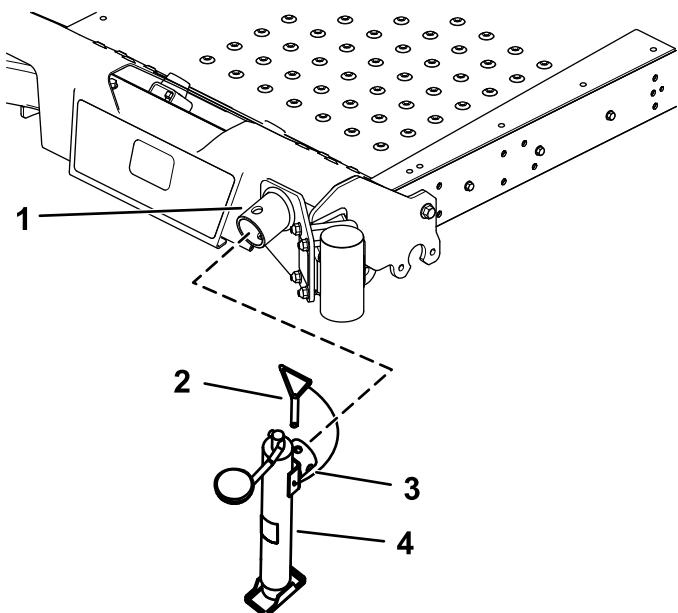

Figure 2
5. Insérez le tube du cric sur le support, alignez les trous de montage et fixez le cric avec l'axe de positionnement (Figure 2).